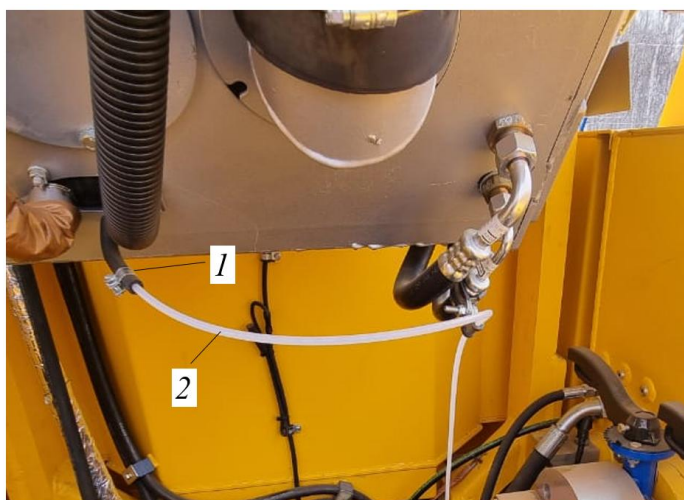

Рисунок 7. Трубка топливопровода отопителя
- Под кабиной, в трансмиссионном отсеке ослабив хомут 1, отсоединить белую трубку 2 топливопровода отопителя кабины (см. рис. 7). Увязать трубку топливопровода 2 узлом в верхнем положении.